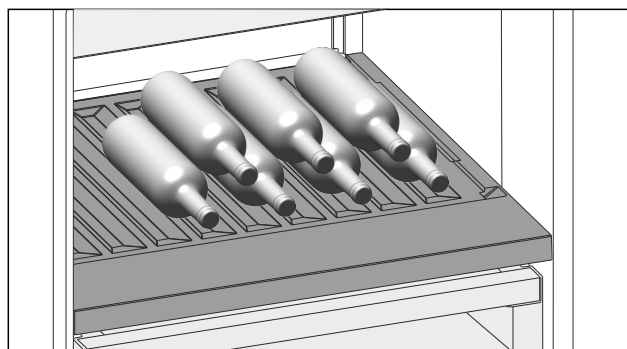

Fig. 110
- Бутылки укладывают дном к задней стенке. (см. Fig. 110)